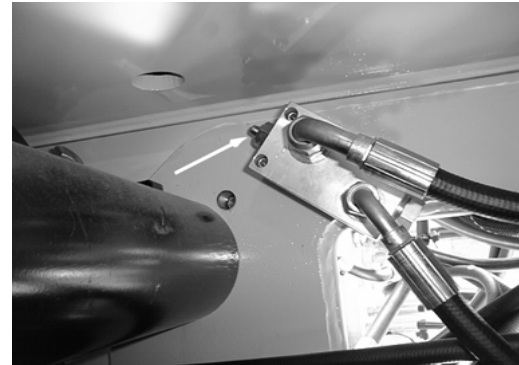

Figura 2-7. Interruptor de fim-de-curso vertical da lança de torre
- a. Colocar a máquina em solo nivelado com a lança da torre na posição de armazenamento. Localizar o interruptor de fim-de-curso vertical da lança de torre adjacente ao cilindro de elevação da torre na parte inferior (posterior) da base da lança de torre. Abrir o capot do lado esquerdo e proceder a uma verificação visual para verificar se o êmbolo no interruptor de fim-de-curso vertical da lança de torre se encontra totalmente estendido. O êmbolo encontra-se completamente estendido em Figura 2-7.